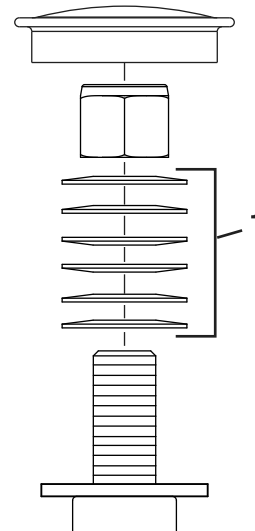

Figura 53
3. Retire el tapón guardapolvo de la rueda giratoria y apriete la contratuerca (Figura 53).
4. Apriete la contratuerca hasta que las arandelas elásticas estén planas, luego afloje la contratuerca  $\frac{1}{4}$  de vuelta para establecer la pre-carga correcta de los cojinetes (Figura 53).
**Importante:** Asegúrese de que las arandelas elásticas están correctamente instaladas, como se muestra en la Figura 53.
5. Coloque el tapón guardapolvo (Figura 53).